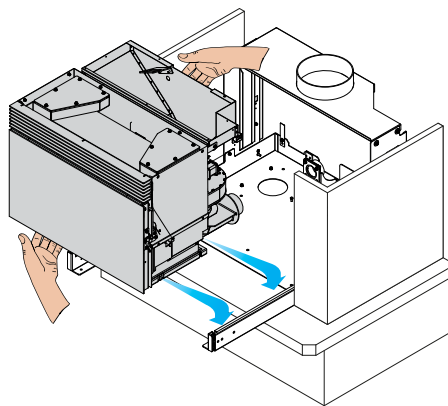

fig. 6.1.10
- 10) Colocar de nuevo la máquina en los raíles (fig. 6.1.10)